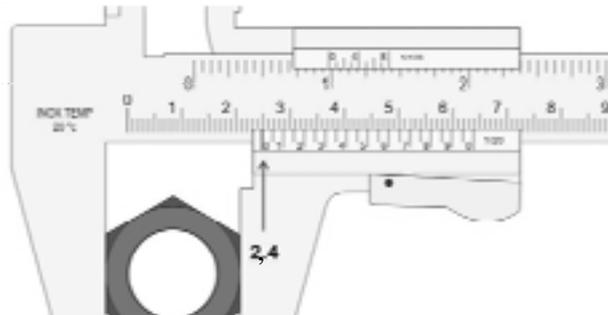

Figura 2.6: Leitura da escala fixa num exemplo de medida de diâmetro externo.
3. Leia, na escala fixa, o número de centímetros inteiros (à esquerda do zero do nônio), como ilustra a figura 2.6.